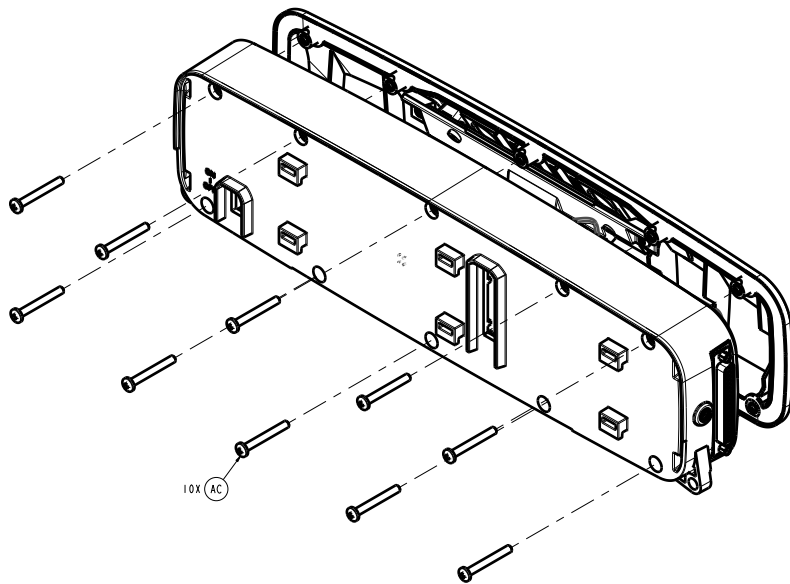

Figure 4 – Retrait du couvercle
6. À l'aide d'un tournevis cruciforme n° 2, retirer les dix vis (AC) qui permettent de fixer le couvercle avant au corps (Figure 4). Conserver les vis.
5. À l'aide d'un tournevis cruciforme n° 2, retirer les dix vis (AC) qui permettent de fixer le couvercle avant au corps (Figure 4). Conserver les vis.